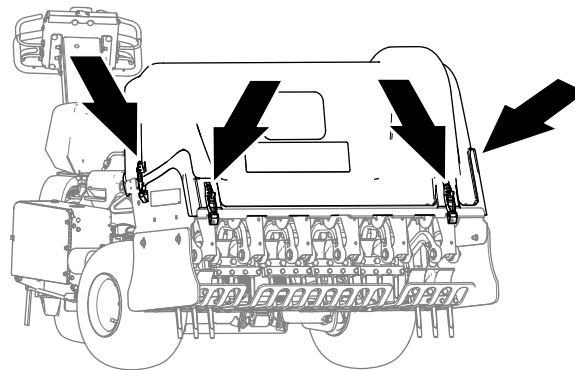
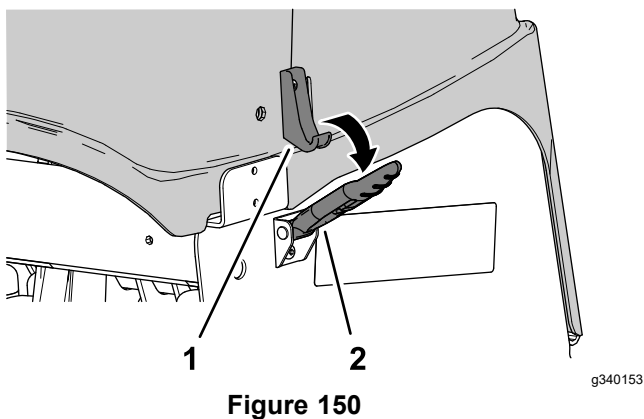

Figure 148
Figure 150
4. Déverrouillez le capot de la tête d'aération aux 4 points de verrouillage (Figure 148 et Figure 150).